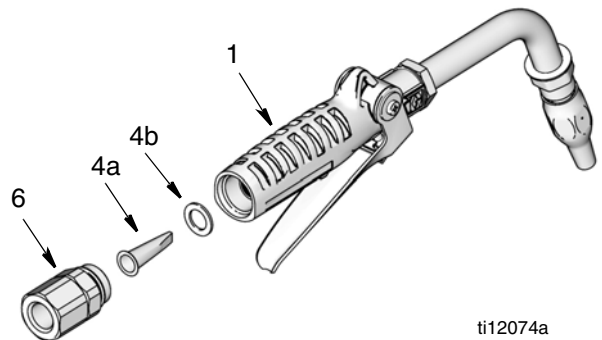

FIG. 4
2. Destornille los montajes de la manguera de la pieza giratoria (6).
3. Remueva la pieza giratoria (6) de la manija de la válvula (1).
4. Saque el filtro (4a) y la arandela (4b) del interior de la pieza giratoria (6).
5. Reemplace la arandela (4b) y filtro (4a). Consulte la FIG. 4 para asegurar la correcta orientación del filtro de la pieza giratoria.